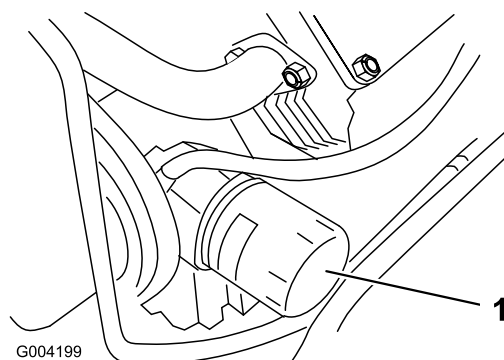

Bild 35
3. Entfernen Sie den Altfilter (Bild 35) und wischen Sie die Dichtfläche am Anbaustutzen ab.